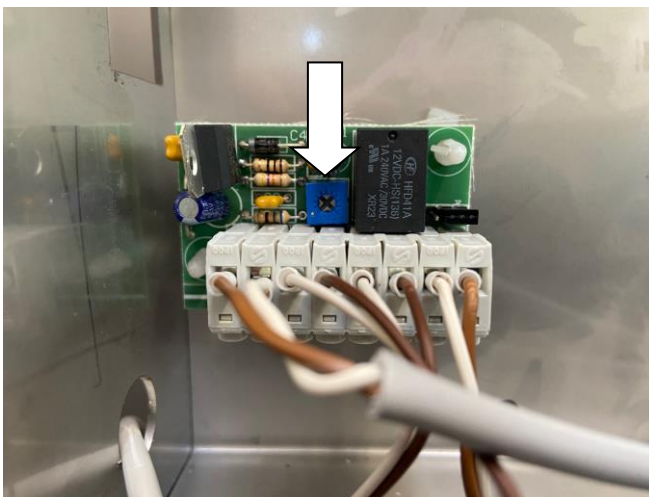

FIG 10
4. SE RIMONTANDOLI RIPRENDE A LAMPEGGIARE LA SPIA VERDE AGIRE SUL TRIMMER DELLA SCHEDA FINO A QUANDO SI SPEGNE LA SPIA VERDE. ( FIG 10 )